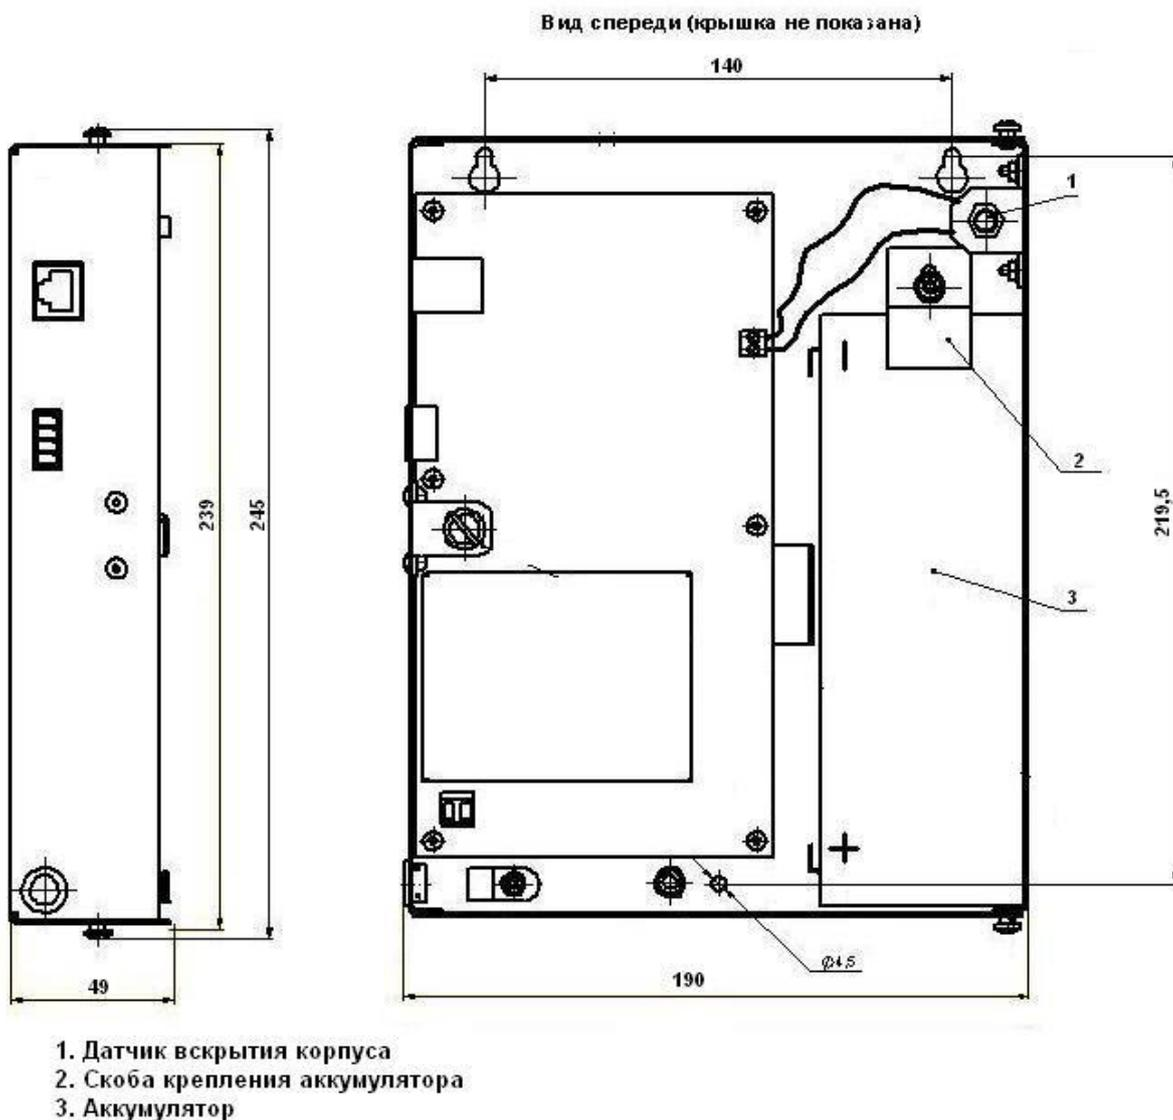

Рис.2. Габаритные и установочные размеры контроллера
7.2 Габаритные и установочные размеры контроллера приведены на рис.2. В верхней части основания контроллера имеются два отверстия для его навешивания на шурупы и дополнительное отверстие в нижней части основания для фиксации контроллера на стене третьим шурупом.